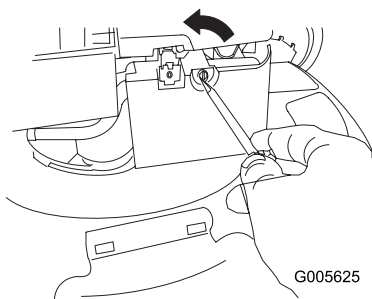

Figura 29
1. Aprite il coperchio del filtro dell'aria con un cacciavite (Figura 29).